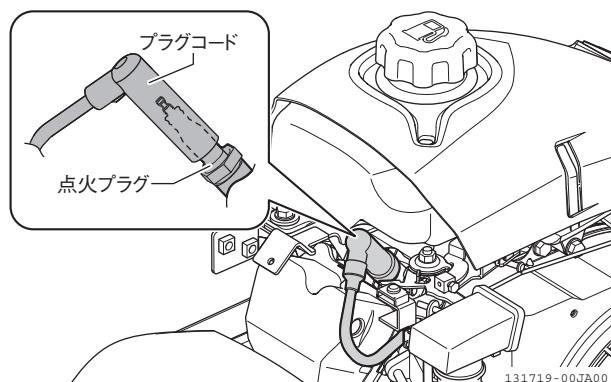

図 5-2 点火プラグ
3. 点火プラグをプラグレンチ（付属品）で外します。（図 5-2）